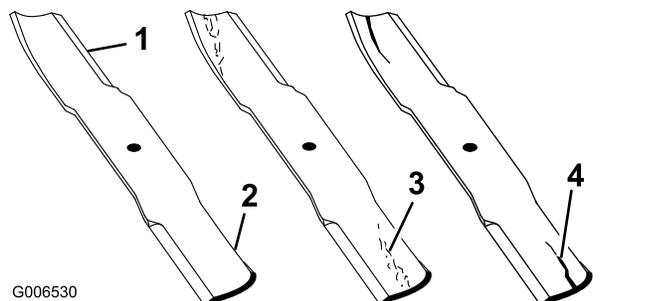

Рисунок 56
1. Осмотрите режущие кромки (Рисунок 56).
4. При обнаружении признаков повреждения, износа или образования зазора в этой области немедленно замените нож (Рисунок 56).